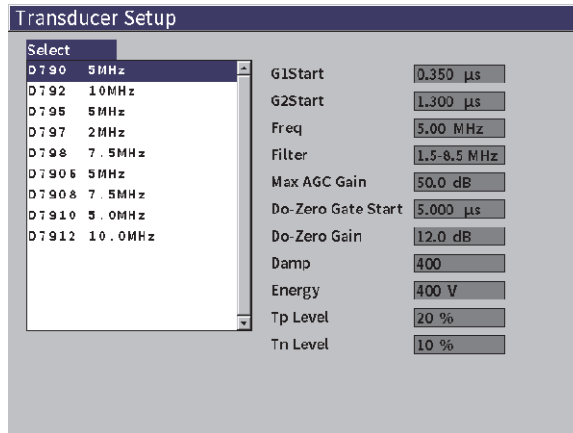

Figura 11-35 Página de configuración de sonda
9. Si usa una sonda sin pin central, seleccione una sonda en la página **Transducer setup** (Config. sonda) después de activar el módulo de corrosión (vea la Figura 11-35 en la página 226).